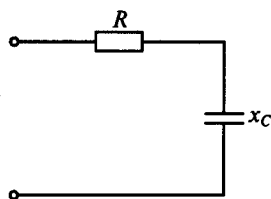

Рис. 91
3.43. Указать неправильную формулу для цепи, показанной на рис. 91.